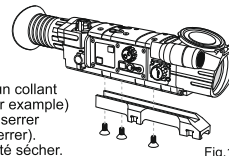

Fig. 1
- Fixer le montage à la base de la lunette de visée en utilisant la clé écrou-hexagonal et vis (**Fig. 1**).